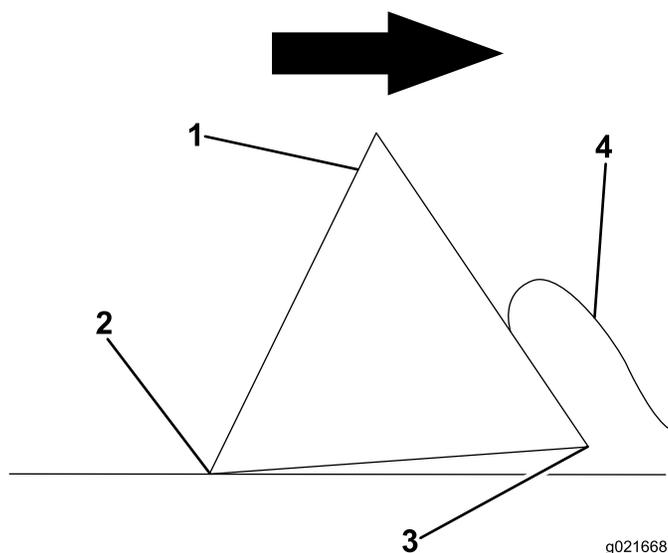

Figure 22
5. Tirez la règle lentement et de manière régulière sur le béton tout en reculant. Élevez le bord avant de la règle pour permettre le compactage; voir Figure 22.
6. Laissez le béton s'accumuler sur 2,5 cm (1 po) devant la règle; voir Figure 22. Cela est très important pour maintenir le bord arrière au niveau du sol.